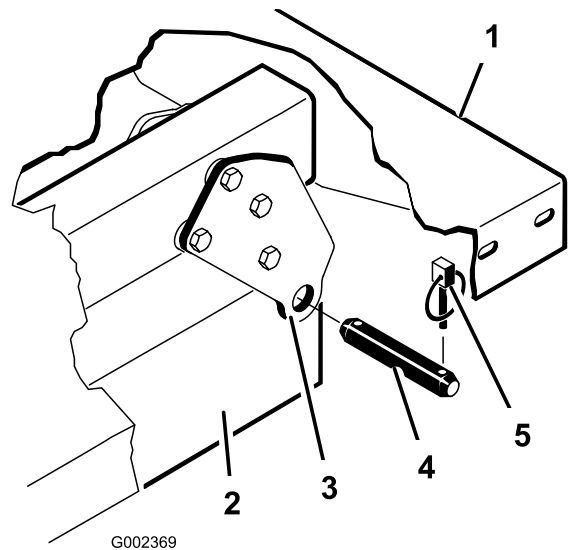

Figure 4
3. Retirez les axes qui fixent les côtés tiges de vérins aux plaques de montage du plateau en les poussant vers l'intérieur (Figure 4).
4. Enlevez les goupilles à anneau et les axes de chape qui fixent les supports de pivot aux profilés du châssis (Figure 4).